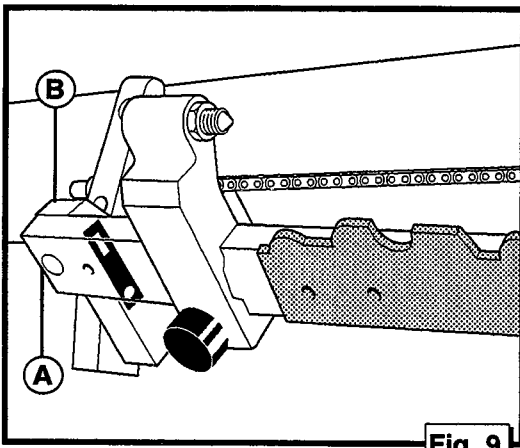
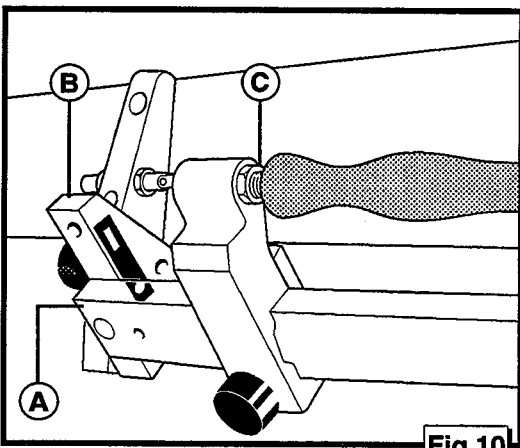

Fig. 9
Fig.10
Ved sjablondreiging skal stang A (fig. 9) festes på supporterens B tilsvarende symbol .
Ved dreiging med prøvestykker (fig. 10) brukes hullene i overensstemmelse med symbol .
Plasser sjablonen på stang A (fig. 9) eller på arbeidsstykket mellom supporterens C (fig. 10) spisser.
Vid schablonsvarvning skall stång A (fig. 9) fästas på supporterens B motsvarande symbol .
Vid svarvning med provstycken (fig. 10) används hålen i överensstämmelse med symbol .
Placera schablonen på stång A (fig. 9) eller på arbetsstycket mellan supporterens C (fig. 10) dubbar.
- 7) Sjablonet må være utstyrt med slissehull for fastsetting på stang A (fig. 9); de ovennevnte hullene må være som på bildet for å muliggjøre axialbevegelsen.
- 7) Schablonen måste vara försedd med slitshål för fastsättning på stång A (fig. 9). De ovannämnda hålen måste vara som på bilden för att möjliggöra axialrörelsen.